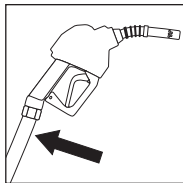

Figure 16
(Ilustración 16)
- Insert hose into inlet of nozzle. A slight push is required to seat the inner hose into the nozzle body. (See Figure 16)
- Inserte la manguera en el orificio de entrada de la pistola surtidora. Debe presionar suavemente para fijar la manguera interna dentro del cuerpo de la pistola. (Vea la ilustración 16)